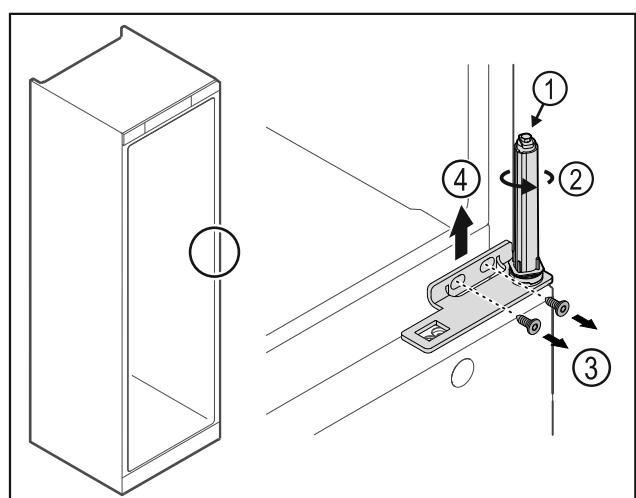

Fig. 32
- Dørlukkesystemet må ikke tas fra hverandre Fig. 32 (1).
- Drei på lukkesystemet Fig. 32 (2) til det sier klikk.
- Løsne skruene Fig. 32 (3), trekk hengselvinkelen opp og av Fig. 32 (4).